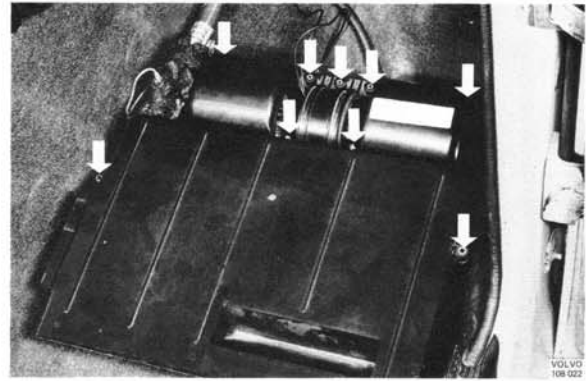

Abb. 86 Klimatorgehäuseoberteil, Befestigungsschrauben
10. Klimatorgehäuseoberteil nach Entfernung sämtlicher Befestigungsschrauben abnehmen (Abb. 86).